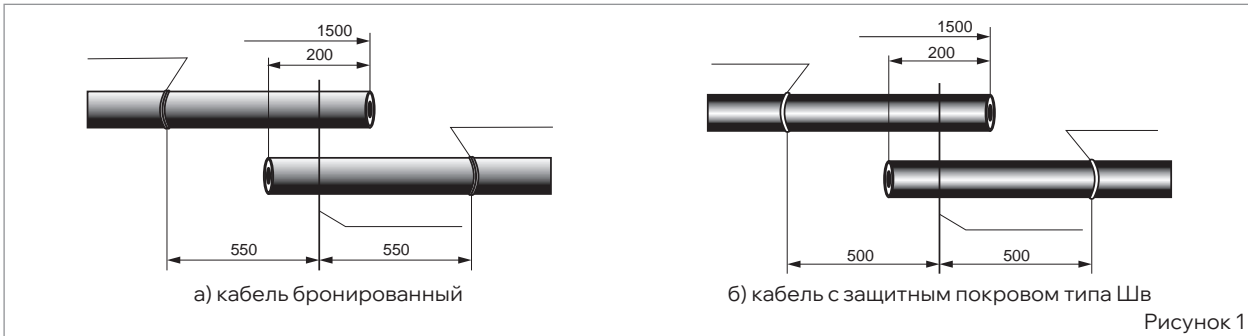

Рисунок 1
■ Распрямить концы соединяемых кабелей на длине не менее 1500 мм. Уложить с перехлестом 200 мм. В случае бронированного кабеля на расстоянии 550 мм от опорной линии на защитный покров каждого кабеля наложить бандаж из 2–3 витков стальной оцинкованной проволоки. Замок банджа отогнуть в сторону кабеля. Размотать и удалить защитный покров от конца кабеля до банджа (рис. 1а).
■ В случае защитного покрова типа Шв наложить бандаж из ленты ПВХ на расстоянии 500 мм от опорной линии и выполнить кольцевой надрез (рис. 1б).